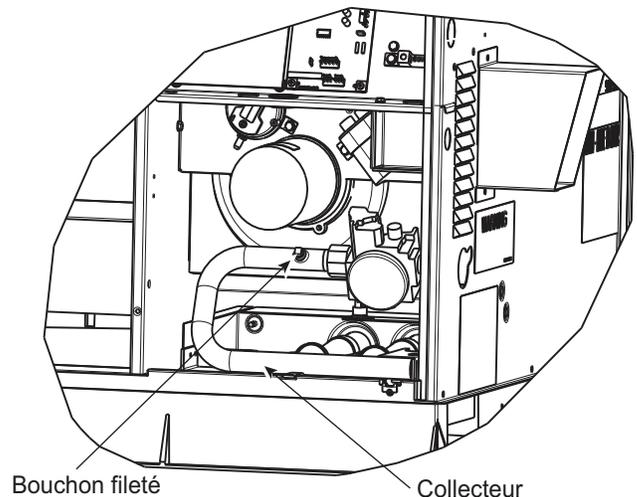

Fig. 11 – Ensemble du brûleur
- Retirez le bouchon de tuyau du collecteur (consultez la Fig. 11) et raccordez le manomètre. Ouvrez l'arrivée de gaz de l'appareil.
4. Coupez l'arrivée de gaz de l'appareil. Débranchez le manomètre du point de pression et remettez en place le bouchon de tuyau sur la vanne de gaz. (Consultez la Fig. 11.) Ouvrez l'arrivée de gaz de l'appareil et vérifiez s'il y a des fuites.